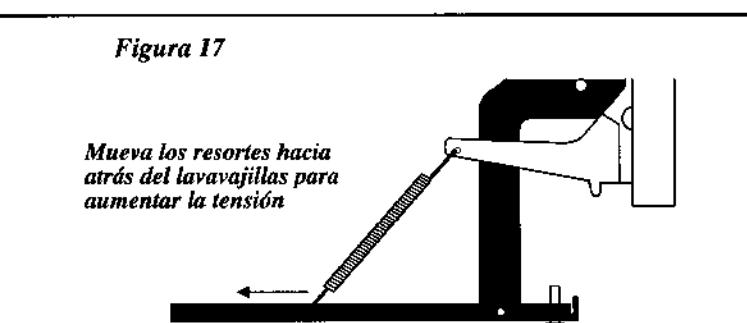

Figura 17
- Si es necesario, aumente la tensión moviendo los resortes a un agujero hacia atrás del lavavajillas o disminuya la tensión moviéndolos hacia adelante. Ver Figura 17.